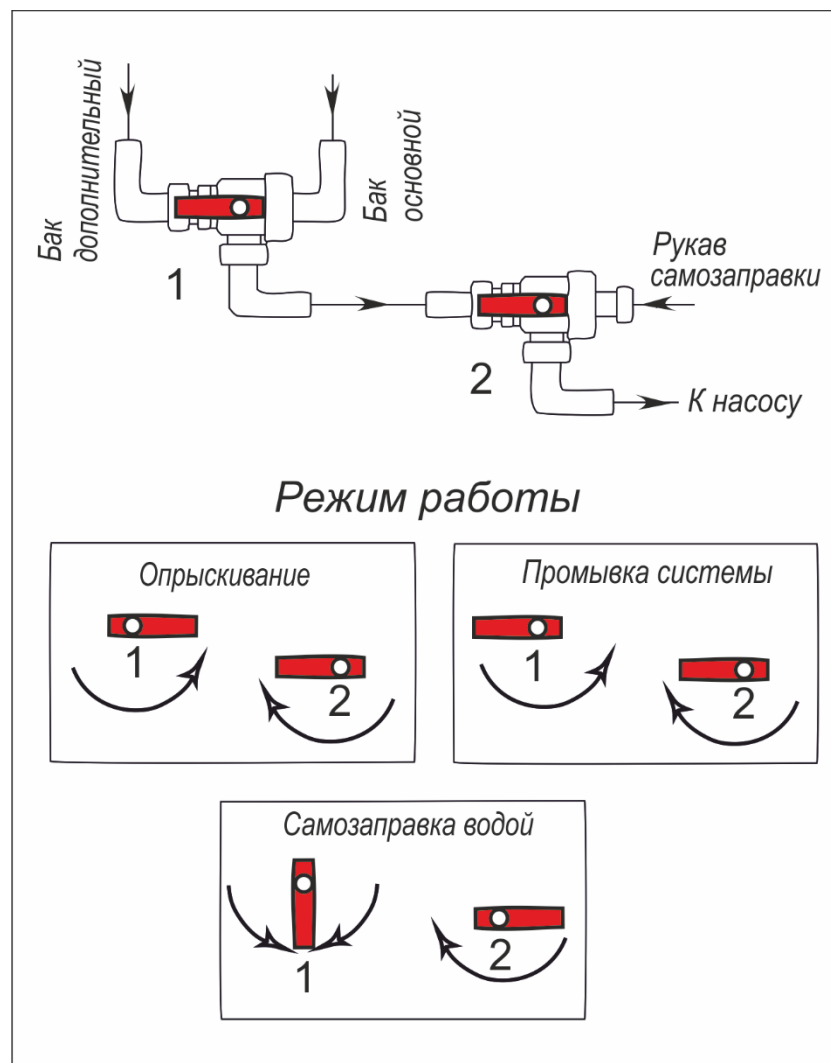

Рис. 9. Положения рукояток трехходовых кранов при различных режимах работы.
5.4.1. Опрыскиватель может работать в следующих режимах (рис. 9):
- б) Установить рукоятки трехходовых кранов 2 и 3 (рис. 9) в положение «Опрыскивание».
- а) Установить рукоятки трехходовых кранов 2 и 3 (рис. 9) в положение «Опрыскивание»;